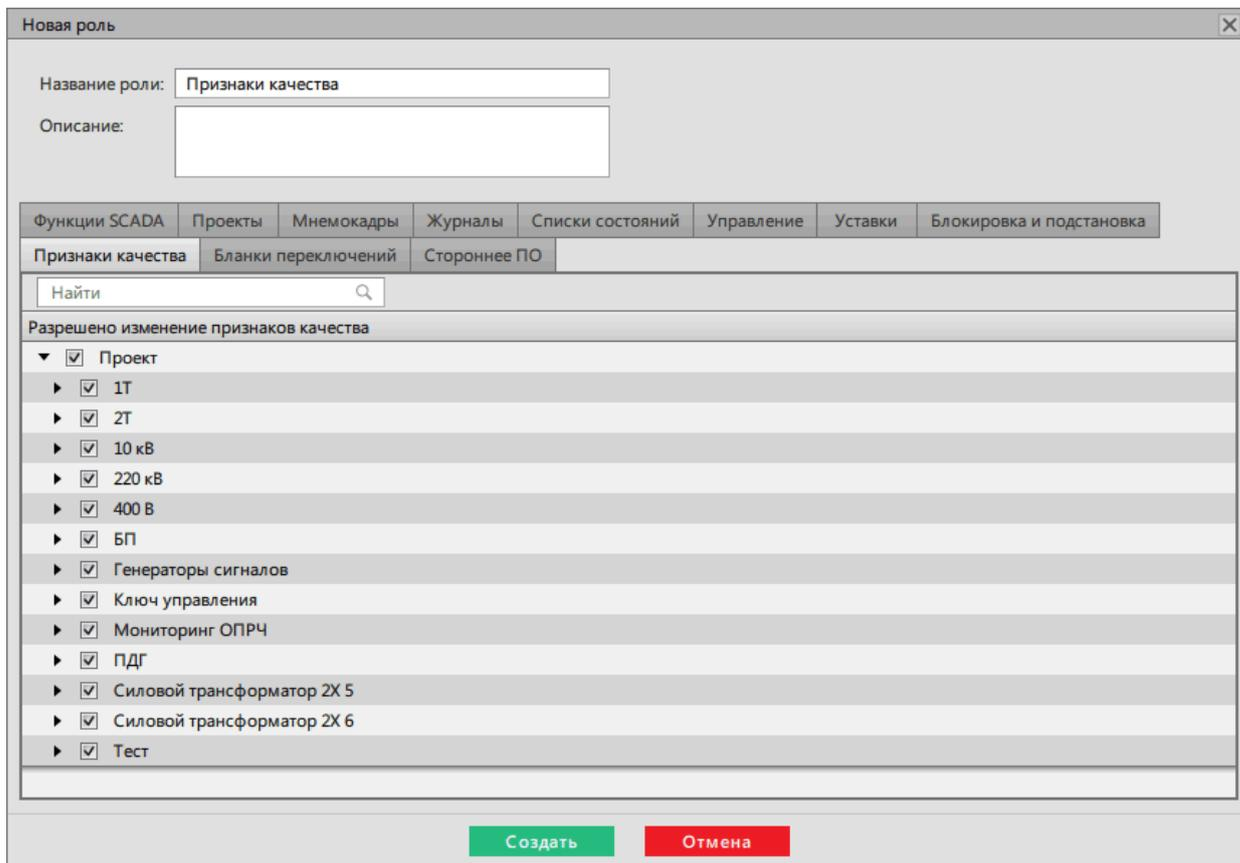

Рисунок 452 - Создание роли
4. Перейдите на вкладку **Роли**. Создайте роль, в которой на вкладке **Признаки качества** дайте права для изменения признаков качества сигналам проекта (Рисунок 452).